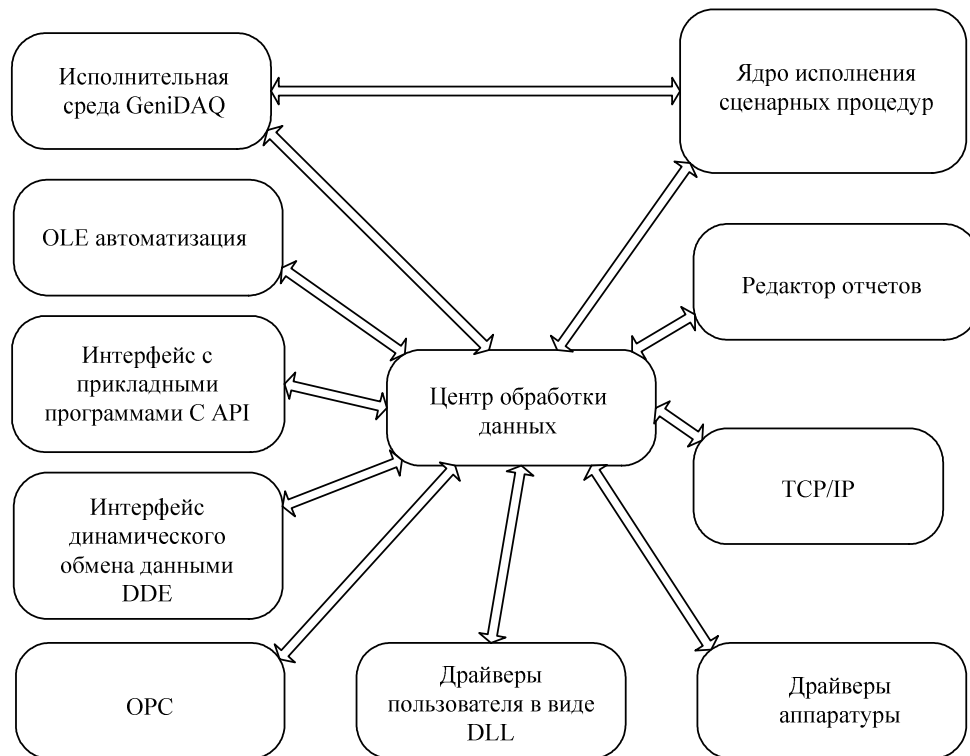

Рис. 3.1. Системная архитектура SCADA-пакета GeniDAQ
*SCADA-пакет GeniDAQ имеет открытую архитектуру*[5, 12], что обеспечивает наибольшую гибкость и эффективность (рис. 3.1).